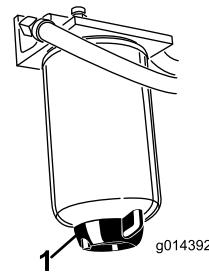

図 29
水セパレータ図29の水抜きは毎日おこなって異物を除去してください。400運転時間ごとにフィルタのキャニスタを交換してください。
2. フィルタ容器図29下部のドレンプラグをゆるめて水や異物を流し出す。